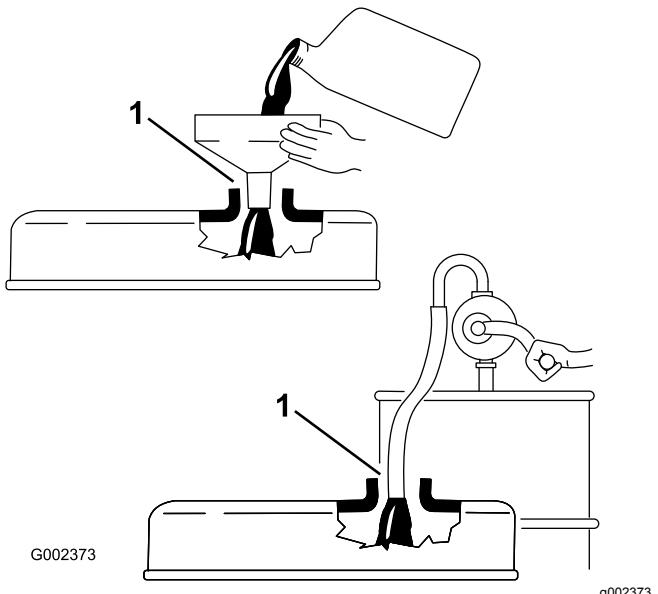

Figura 24
**Importante:** Certifique-se de que a vareta é removida quando atesta o motor com óleo. Quando adicionar óleo do motor ou óleo de enchimento, tem de haver uma folga entre o dispositivo de enchimento do óleo e o orifício de enchimento do óleo na cobertura da válvula, como se mostra na Figura 24. Esta folga é necessária para permitir a ventilação durante o enchimento, o que evita o derrame para o interior do respirador.